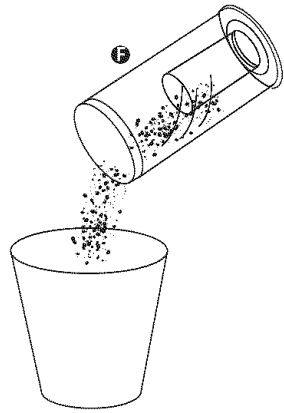

FIG. 13
Step 4: Empty the dust cup **2** into a waste container (FIG. 13). (To clean filter refer to dust cup filter section.)
Paso 4: Vacíe el recipiente para polvo **2** en un bote de basura (FIG. 13). (Para limpiar el filtro refiérase a la sección sobre el filtro del recipiente para polvo).